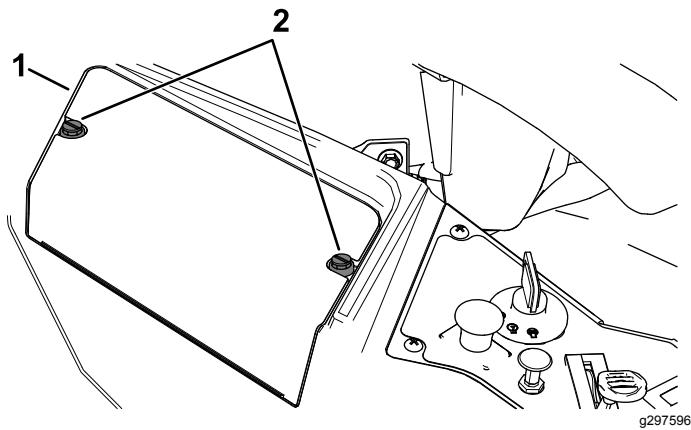

Figura 39
3. Afloje $\frac{1}{4}$ de vuelta las 2 fijaciones de la tapa de la batería en el sentido contrario a las agujas del reloj y retire la tapa (Figura 39).
6. Instale la tapa de la batería empujándola hacia abajo y apretando 2 fijaciones en el sentido de las agujas del reloj (Figura 39).